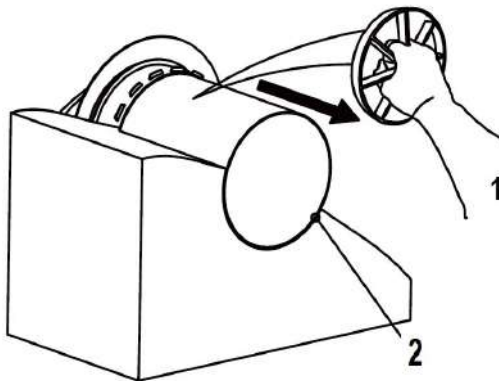

Fig.16
4) Installare il condotto ventilatore attraverso il foro della parete dall'interno e tirare indietro il condotto tramite la staffa di regolazione (Fig. 16) per far aderire l'anello di gomma alla parete esterna.
- Tirare leggermente il condotto esterno solo in orizzontale per portare in piano. Si può sentirlo con la mano (1 Fig. 16).
- Provare a ruotare il condotto con la mano; se è un po' stretto con il foro va bene, se è allentato va rimontato (2 Fig. 16).
4) Install the ventilator through the wall hole from indoor, and pull back the duct by the adjust bracket (Fig. 16) to make the inner side rubber ring cling to the outside wall.
- Pull the outer duct slightly only horizontally to bring to the level. You can feel it with your hand (1 Fig. 16).
- Try to rotate the duct with your hand; if it is a bit tight with the hole is fine, if it is loose it must be reassembled (2 Fig. 16).